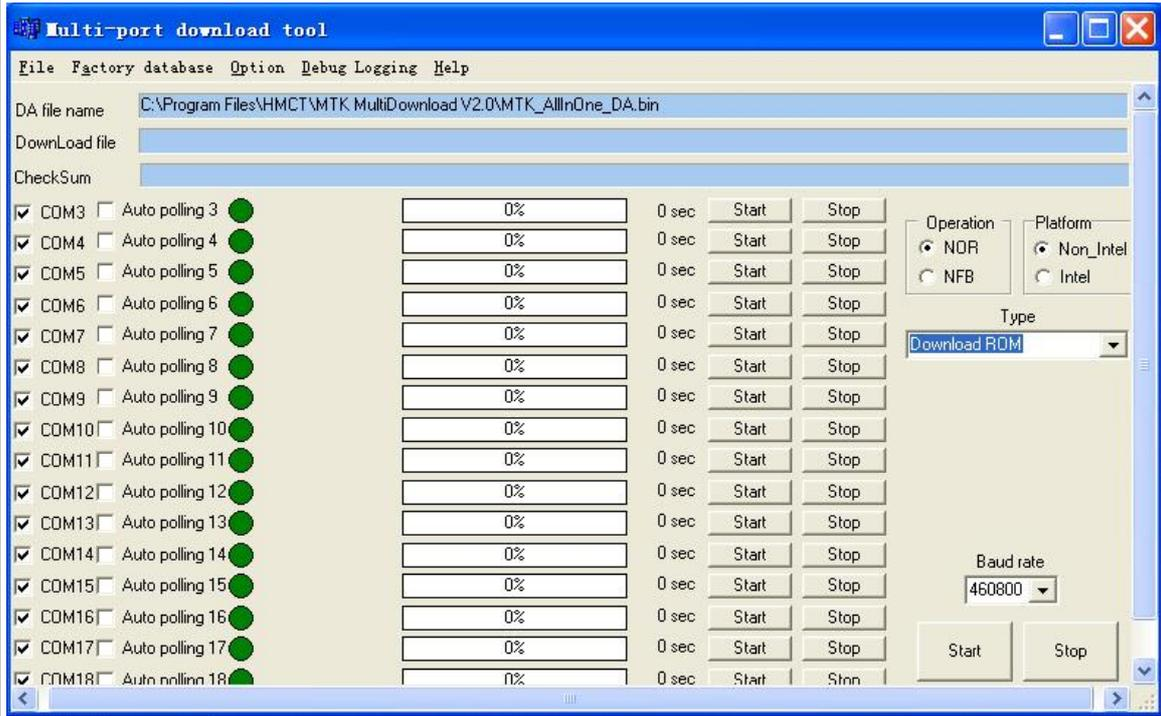

图 2
3. 打开计算机进入 Win2K 操作系统，运行“GSM(MTK)MultiDownload V2.0”，程序界面如图 2 所示：